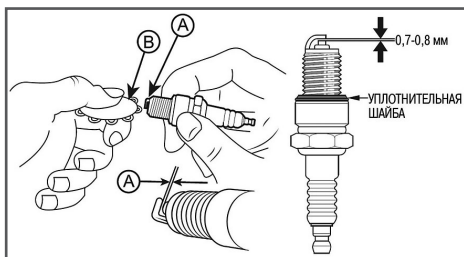

Рис. 22 Зазор между электродами свечи зажигания
3. Выкрутите из топливного бака выходной штуцер 4 и произведите его очистку (Рис. 22). Внимательно осмотрите сетчатый фильтр. При обнаружении механических повреждений замените штуцер топливного бака.
4. Измерьте зазор А между электродами свечи зажигания специальным щупом В (Рис. 22). Зазор должен быть 0,7-0,8 мм (Рис. 22). При увеличении или уменьшении требуемого зазора, рекомендуется заменить свечу, так как ре-